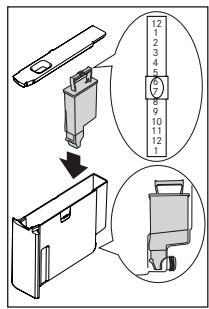

Fig. 37
- Deslice el puntero del indicador de fecha (ver Fig. 37) hasta que se visualicen los meses de uso (el filtro dura unos 2 meses).
- Introduzca el filtro en el depósito de agua y presiónelo hasta el fondo del depósito (ver Fig. 37).